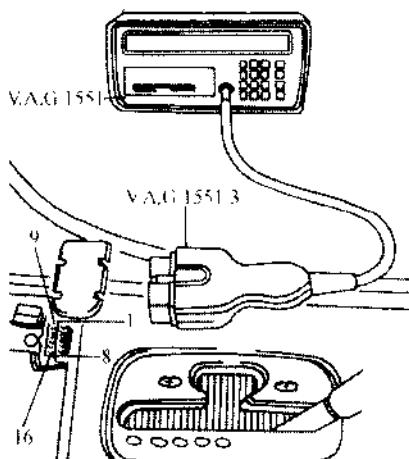

图7.77 将故障诊断仪接到自诊断插头上
① 连接 V.A.G1869。
② 按左后制动钳、右前制动钳、右后制动钳和左前制动钳顺序拧下排气螺栓，对制动钳排气（如果必要，可使用制动踏板压下装置）。
③ 进行排气，一直排到制动液中无气泡和泡沫为止。
④ 拧上排气螺栓。
⑤ 连接 V.A.G1551，选择地址码。也可使用 V.A.G1552，但它没有打印功能。
- ⑥ 松开烟灰缸，将其从中央副仪表板上取下。
- ⑦ 取下自诊断接口护板。
- ⑧ 如图7.77所示，关闭点火开关，用V.A.G1551/3将故障诊断仪接到自诊断接口上。